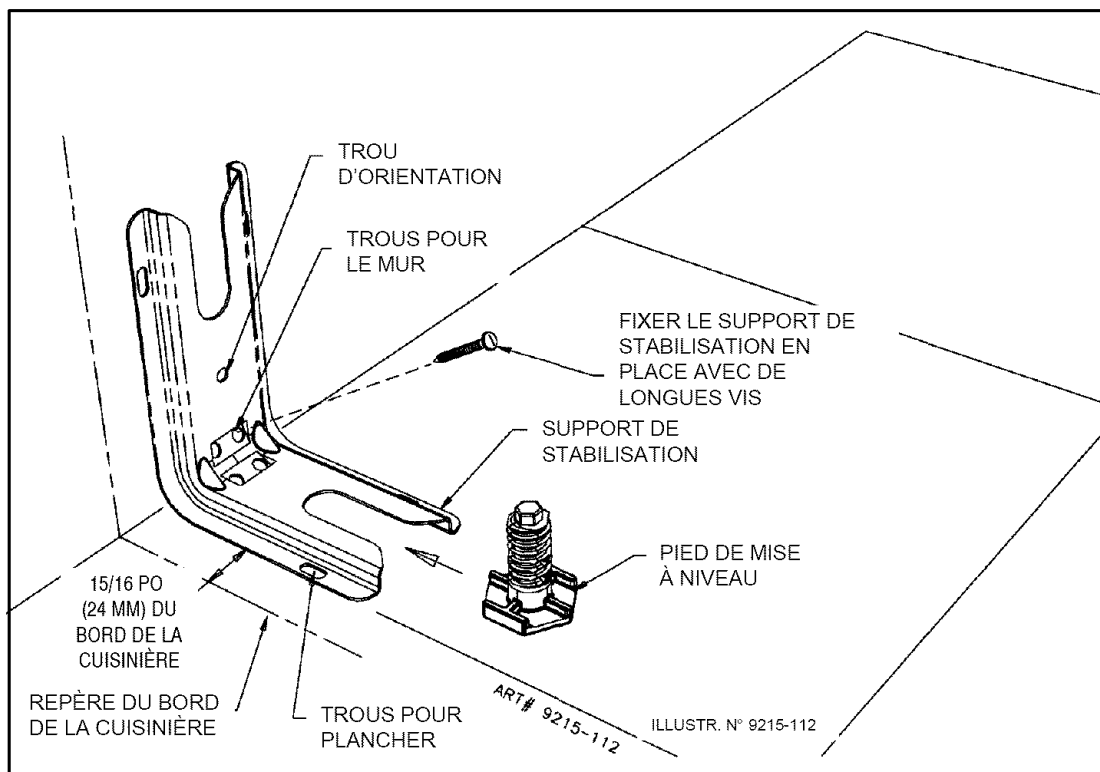
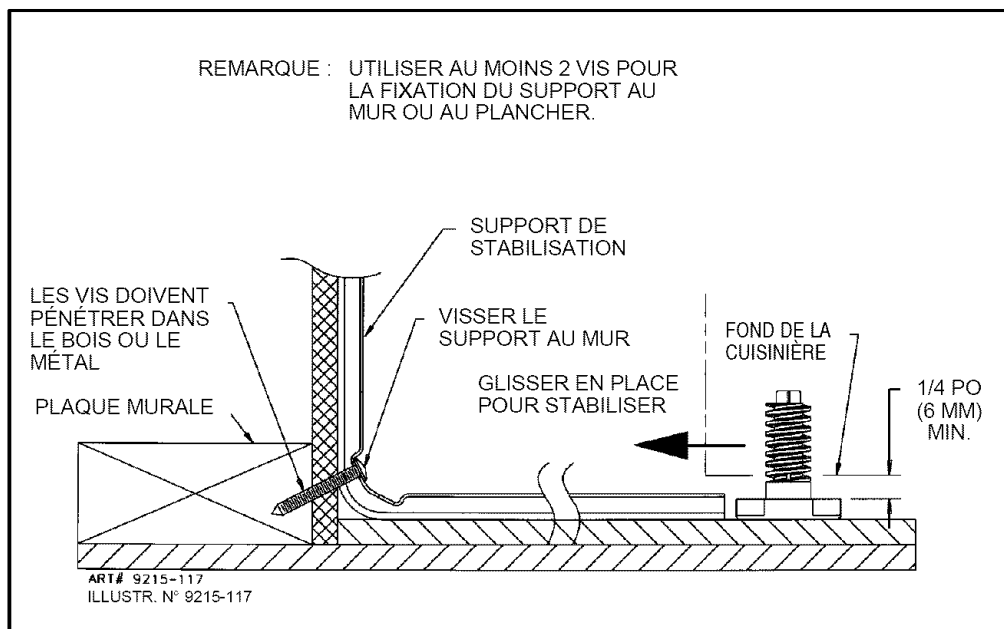

FIGURE 5
FIGURE 6
Placer le support avec le trou d'orientation du pied le plus long contre le mur ou contre le plancher tel qu'illustré à la figure 5.
### ÉTAPE 1 - Emplacement du support de stabilisation (voir figure 5)
- Placer le SUPPORT à 15/16 po (24 mm) de la marque « BORD » en allant vers le centre de l'ouverture et contre le mur arrière tel qu'indiqué à la figure 5, le trou d'orientation étant contre le mur.
- Utiliser le support comme gabarit et marquer l'emplacement de tous les trous pour le type de matériau sur lequel le support doit être fixé, tel qu'indiqué à la figure 5.
1. Plancher : Déterminer le centre des deux trous identifiés par « TROUS POUR PLANCHER » à la figure 5. Percer un trou de positionnement de 1/8 po (3 mm) au centre de chaque trou (un clou ou un poinçon peut également être utilisé si une perceuse n'est pas disponible). Fixer le support de STABILISATION au plancher à l'aide des deux vis fournies. Passer à l'ÉTAPE 3.
2. Mur : Déterminer le centre des deux trous identifiés par « TROUS POUR MUR » à la figure 5. Percer un trou de positionnement de 1/8 po (3 mm) au centre de chaque trou (un clou ou un poinçon peut également être utilisé si une perceuse n'est pas disponible) tel qu'indiqué à la figure 6. Fixer le support de STABILISATION au mur à l'aide des deux vis fournies tel qu'indiqué à la figure 6. Passer à l'ÉTAPE 3.
1. On trouve des vis convenant au ciment ou au béton dans les quincailleries. Percer les trous de positionnement de la grandeur correspondante à celle des vis obtenues en quincaillerie au centre des trous identifiés « TROUS POUR MUR » à la figure 5. Fixer le support de STABILISATION au plancher. Passer à l'ÉTAPE 3.
- B. Placer la cuisinière de façon à ce qu'elle puisse entrer dans l'ouverture où elle sera placée et la pousser en place. Remarque : Un dégagement minimum de 1/4 po (6 mm) est exigé entre la cuisinière et le pied de mise à niveau qui va s'insérer dans le support de STABILISATION (voir figure 6).